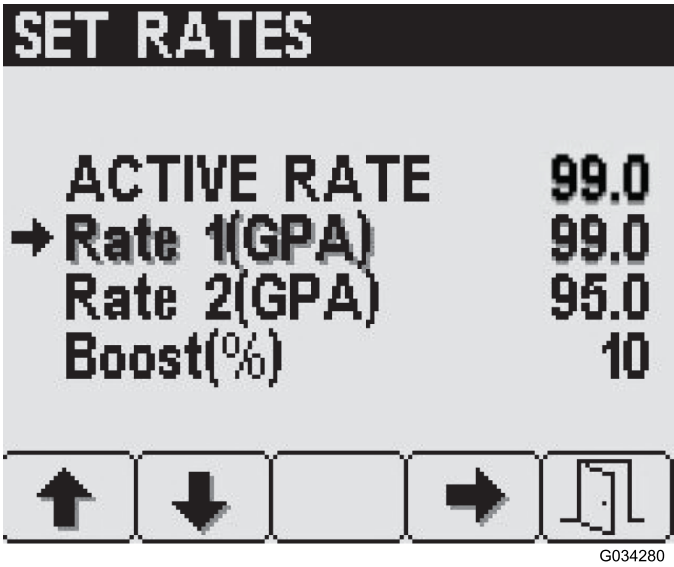

Figura 7
Para acceder a la pantalla Set Rates (Establecer caudales), pulse el botón 2 en la pantalla Main Menu (Menú principal) (Figura 6) hasta que llegue a Set Rates (Establecer caudales) y pulse el botón 4 para seleccionar Set Rates (Establecer caudales) (Figura 7).
- 1. Pulse el botón 1 o 2 hasta que llegue al caudal o al porcentaje de caudal de aumento que desee (Figura 7).